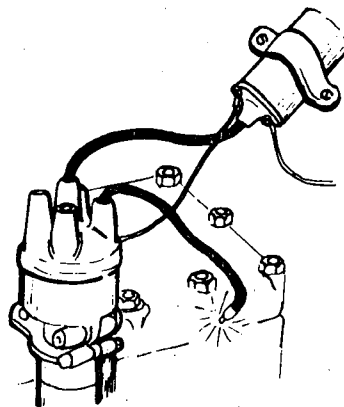

Fig. 2
- 2) A centelha deve saltar com regularidade na distância fixada (fig. 2).